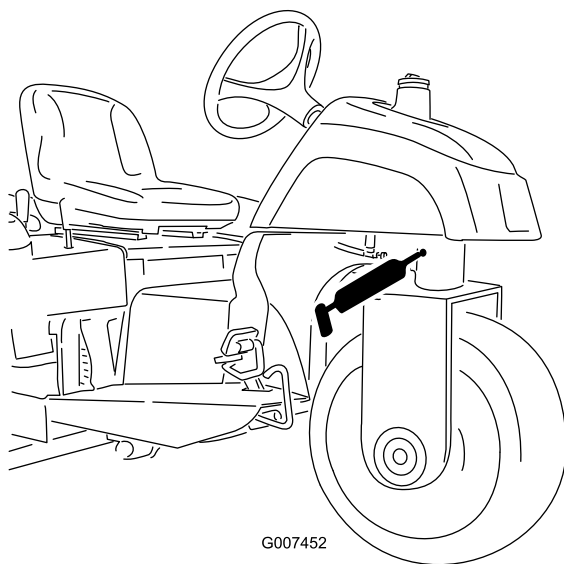

Figure 25
- Pivot de direction (Figure 25)
Remarque: Le raccord encastré sur le pivot de direction (Figure 25) nécessite un adaptateur pour la pompe à graisse. Vous pouvez le commander chez les distributeurs Toro agréés (réf. 107-1998).